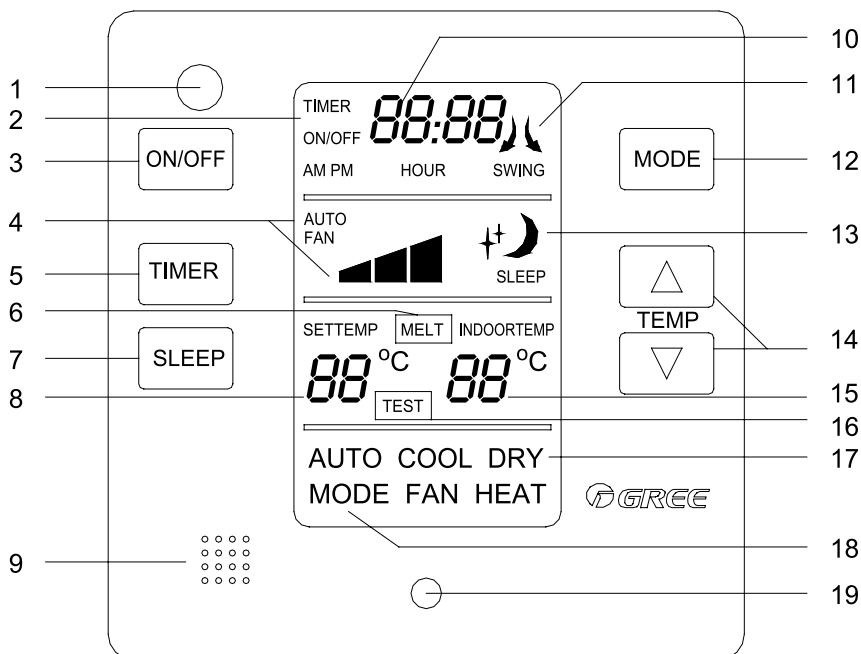

Рисунок 5.1— Панель проводного пульта управления
5.1.1 Управление кондиционеров моделей FGR 16/C-G, FGR 16H/A-G, FGR 20H/A-G ... FGR 45H/A-G производится пультом управления, изображенным на рис. 5.1.
(см. рисунок 5.1)